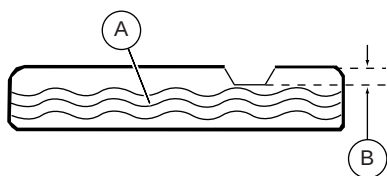

Figura 2-15. Agregue combustible recomendado
1. Verifique que la unidad esté apagada y que se enfríe por al menos dos (2) minutos antes de colocarle combustible.
4. Consulte Figura 2-15. Agregue lentamente el combustible recomendado (A). No llene en exceso (B).